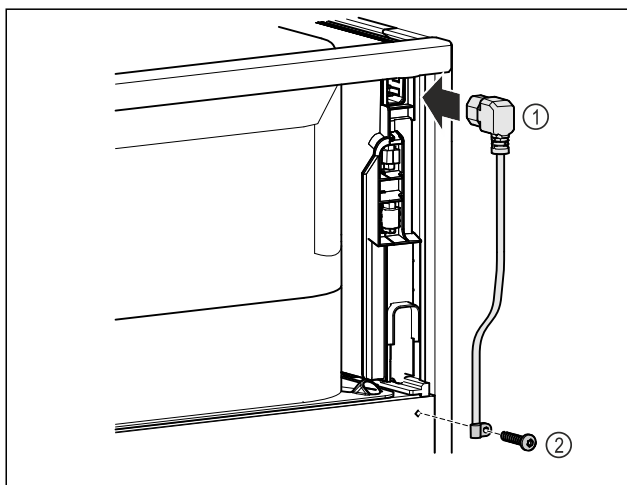

Fig. 11
- Įkiškite prijungimo prie tinklo laido „šaltojo prijungimo“ jungtį Fig. 11 (1) galinėje prietaiso pusėje.
- Sumontuokite suveržimo įtaisą. Fig. 11 (2)